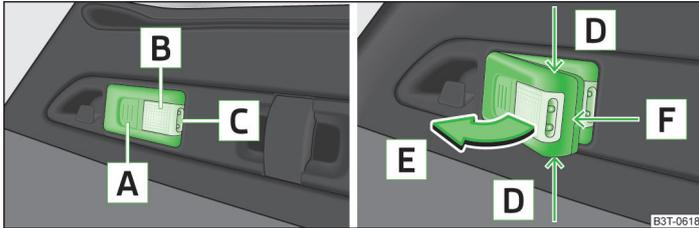

Abb. 41 Herausnehmbare Leuchte
- Wird die Leuchte nicht ausgeschaltet und korrekt in die Halterung eingesetzt, werden die Lampen im vorderen Teil **C** » Abb. 41 auf Seite 58 der Leuchte automatisch ausgeschaltet.
- › Beleuchtung des Gepäckraums - es leuchtet Teil **B** » Abb. 41 (Leuchte sitzt in der Halterung);
- › Die Leuchte im Bereich der Pfeile **D** » Abb. 41 auf Seite 58 anfassen und diese in Pfeilrichtung **E** herauschwenken.
- › Die Akkuabdeckung mit einem schmalen, spitzen Gegenstand ab der Stelle des Arretierungsclips **F** » Abb. 41 auf Seite 58 abhebeln.